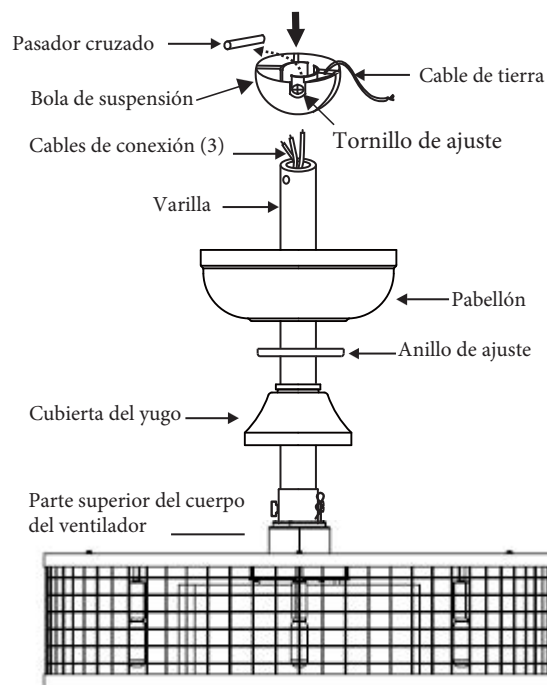

Fig. 3
- 6 Deslice la cubierta del yugo, el anillo de ajuste y la capota sobre la varilla. (Fig. 3)
- 1 Retire la placa de pared existente y el interruptor antiguo de la caja de salida de pared. (Fig. 3)